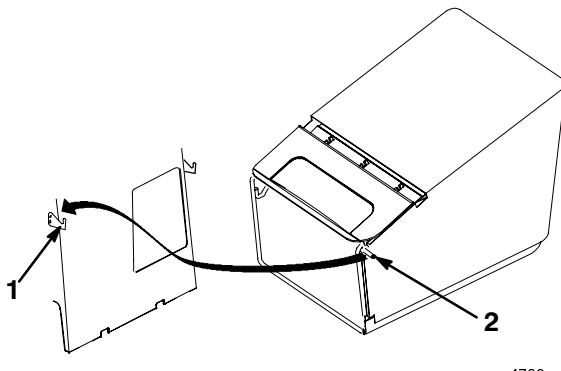

Figura 16
- Enganche los pasadores de la bolsa de recortes en los ganchos de la plataforma, según muestra la Figura 16.
4. Desenganche los pasadores de la bolsa de recortes de los ganchos de la plataforma y retírelos por el hueco, según muestra la Figura 16.